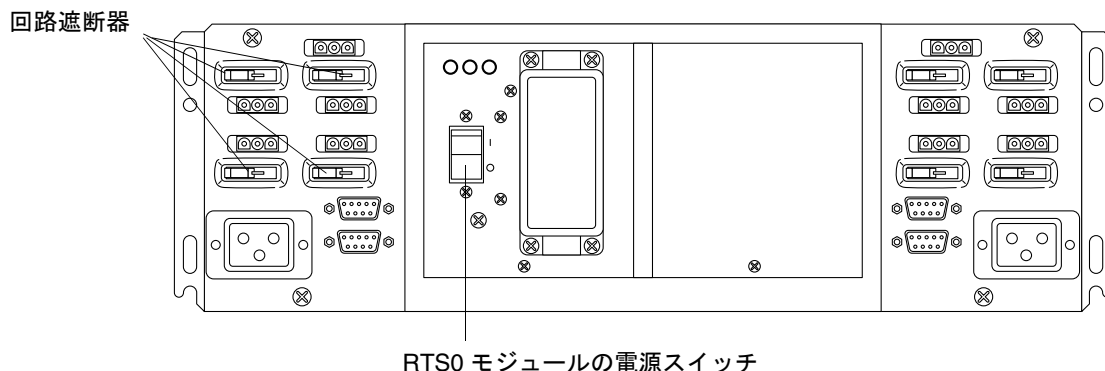

図 2-8 Sun Fire キャビネットの RTU 回路遮断器および RTS 電源スイッチ
1. Sun Fire キャビネットに搭載されていない Sun Fire 4810/4800/3800 システムを使用している場合は、手順 3 に進みます。Sun Fire 6800 システムまたは Sun Fire キャビネットを使用している場合は、RTS モジュールの電源を入れます (図 2-8)。RTS モジュールの電源投入には、30 秒 ~ 1 分かかります。